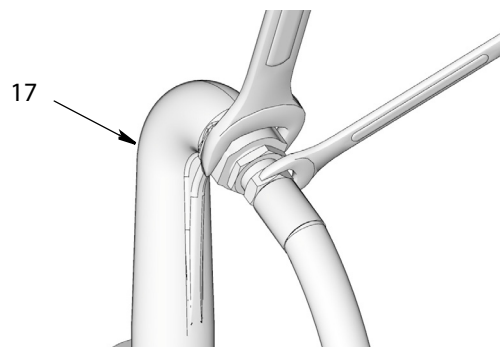

Рис. 35
5. Прикрепите конец шланга к выпускному патрубку (17) с помощью двух гаечных ключей, вращаемых в противоположных направлениях, чтобы надежно зафиксировать шланг на фитинге выпускного патрубка (Рис. 35).